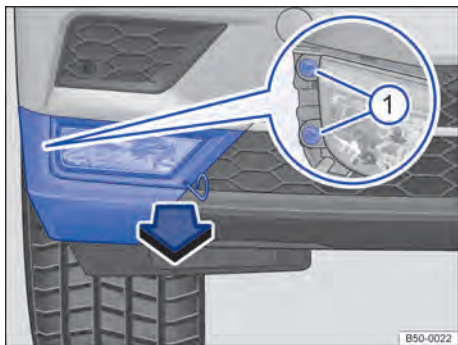

Fig. 198 No para-choque dianteiro à direita: desinstalar o farol de neblina.
2. Retirar o gancho extrator das ferramentas de bordo e encaixar na abertura da cobertura → Fig. 198. Retirar a cobertura no sentido da seta para frente.
3. Remover os parafusos de fixação → Fig. 198 ① com a chave de fenda das ferramentas de bordo → Página 268.
11. Apertar os parafusos de fixação → Fig. 198 ① com a chave de fenda.
12. Encaixar a cobertura no para-choque → Fig. 198.